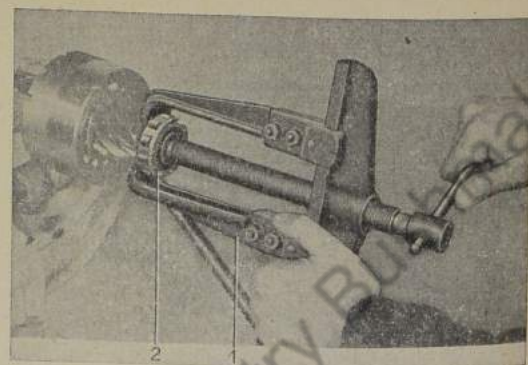

Bild 636: Zylinderrollenlager vom Antriebskegelrad abziehen
16. Zylinderrollenlager (636/2) auf dem Antriebskegelrad mit Abzieher Nr. 1403 abziehen (Bild 636).